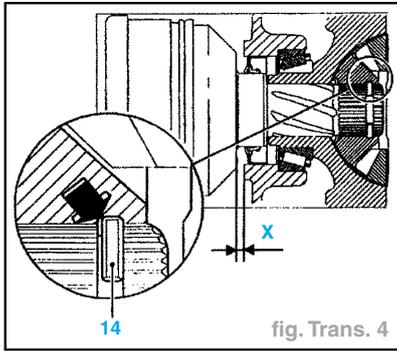

fig. Trans. 4
- Contrôler l'état du jonc d'arrêt (14) et le remplacer éventuellement (fig. Trans. 4).